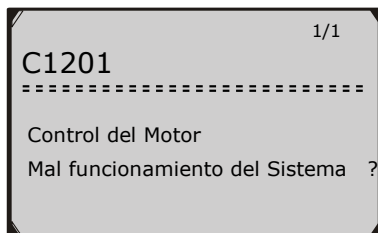

Figura 4.3
3) Revise los datos seleccionados en la pantalla. (Figura 4.3)